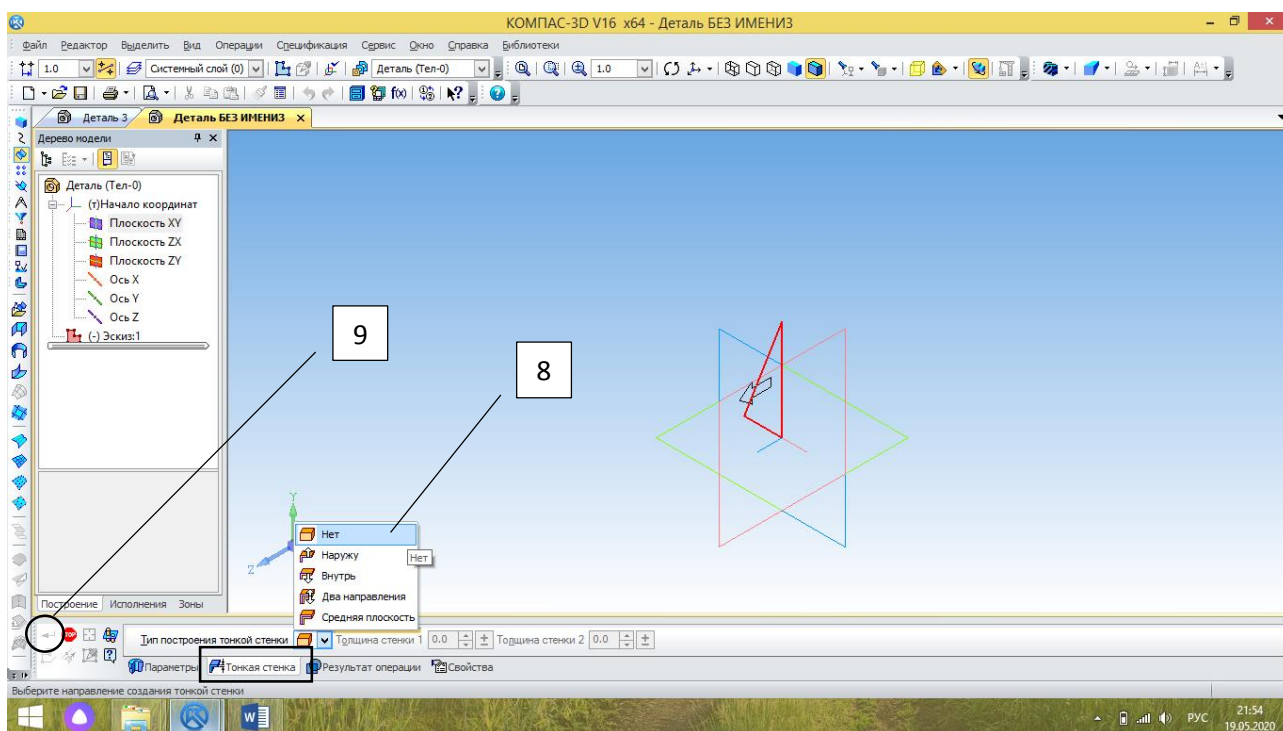

Рисунок 32 – Конус в Плоскости XY
13.  создайте объект (рисунок 32);